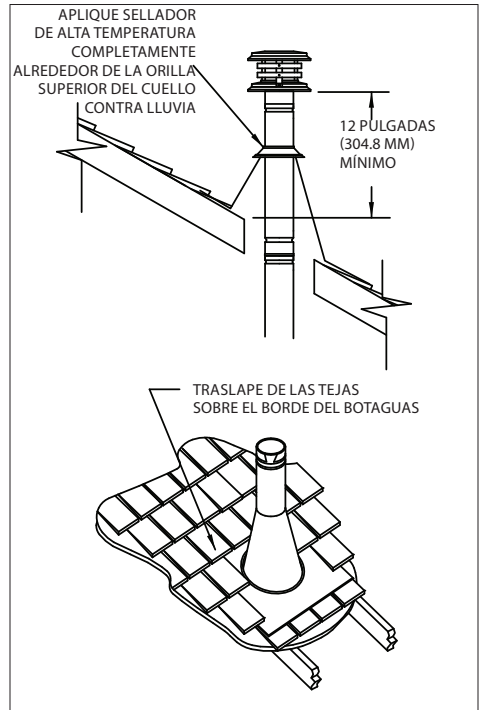

Figura 2
G. Después de alinear con el agujero en el techo, utilizando el mismo método que en 2. (B), corte un agujero redondo o cuadrado en el techo. Corte siempre el orificio con el espacio libre adecuado a los lados del botaguas bajo los materiales de techo y clávelos al techo a lo largo del borde superior. No clave a través del borde inferior. Selle todas las cabezas de los clavos con sellador impermeable que no se endurezca.
H. Para terminar, aplique sellador impermeable tipo RTV para alta temperatura que no se endurezca donde el cuello contra lluvia se une con el ducto de ventilación y el botaguas; deslice el cuello hacia abajo hasta que asiente en el botaguas, coloque la tapa y gire para bloquear (**Figura 2**).